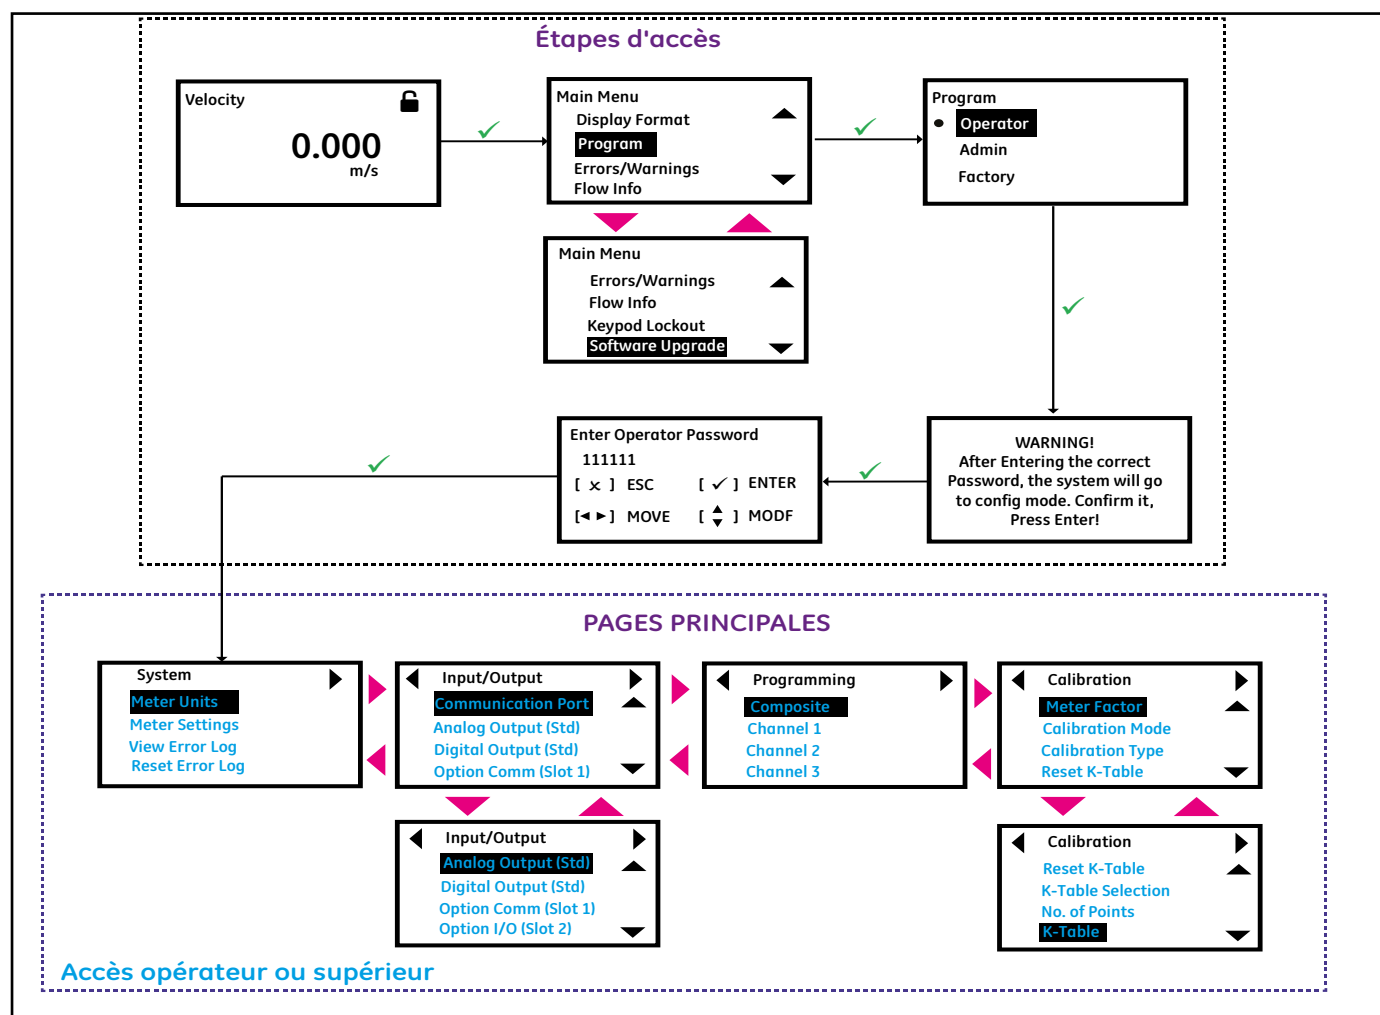

Figure 38 : Étapes de l'accès et pages principales
5. Après avoir exécuté les étapes de connexion, vous verrez les pages principales telles qu'elles sont affichées sur la *Figure 38*. Pour passer d'une page à la suivante, appuyez sur **[◀]** ou **[▶]** et pour passer aux options au sein d'une page, appuyez sur **[▲]** et **[▼]**.